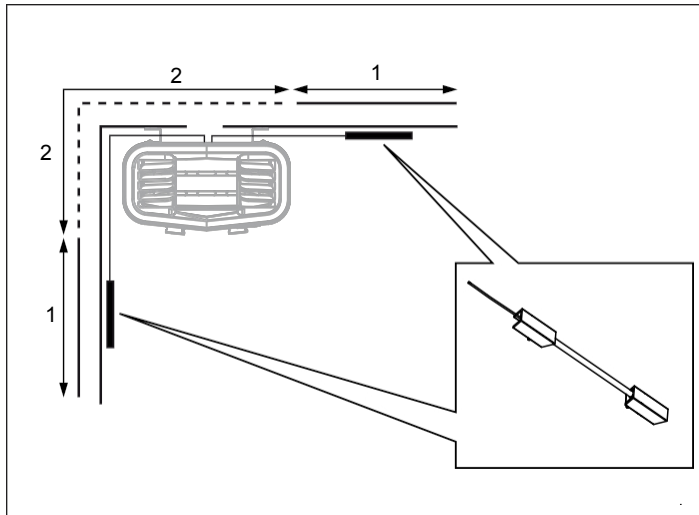
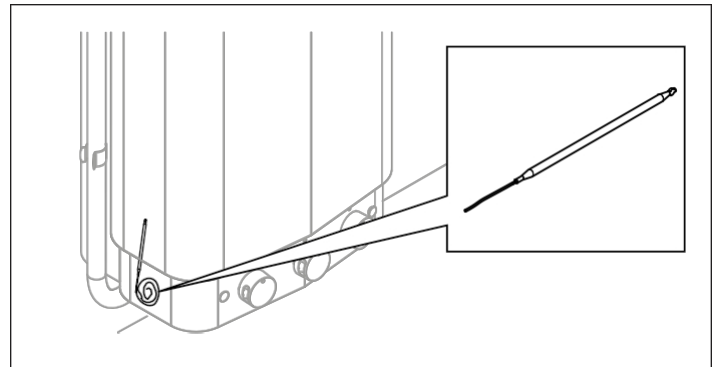
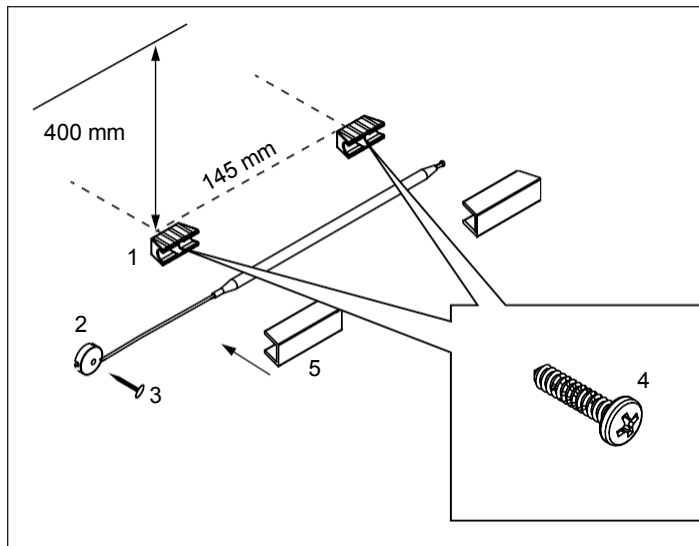

Figura 15: Posizionamento del sensore di temperatura
Figura 18: Individuazione del sensore di temperatura
Figura 16: Installazione del sensore di temperatura
13. Per il posizionamento del supporto del sensore di temperatura sulla parete (vedere Figura 15). Se possibile, scegliere la posizione 1. La posizione 2 riduce la temperatura della sauna. Installare i supporti del sensore di temperatura (vedere (1) nella Figura 16) 400 mm sotto il soffitto e a 145 mm di distanza l'uno dall'altro utilizzando le due viti in dotazione (4).
Inserire il sensore di temperatura (situato sul lato del riscaldatore, vedere la Figura 18) e fissare i profili di copertura (vedere (1) nella Figura 16) e il chiodo (3) (vedere la Figura 16).